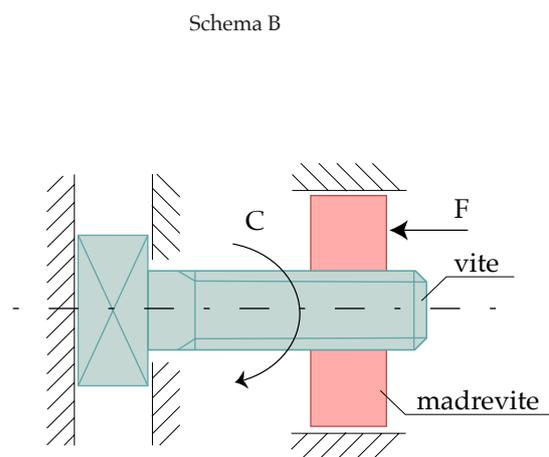

Fig. 3.33
**Schema B** [fig. 3.33]: in questo caso la vite è vincolata al telaio con cerniera e può ruotare, la madrevite invece, vincolata con coppia prismatica, può solo traslare. Pertanto, applicando una coppia  $C$  alla vite avviene la traslazione della madrevite.